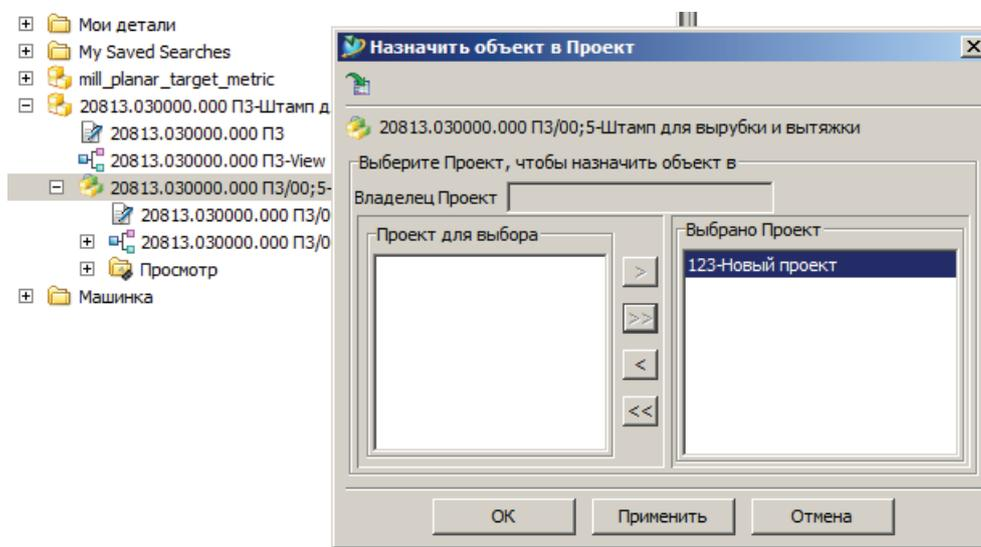

Рисунок 10.11
- в диалоговом окне **Назначить объект в проект** нужно перенести идентификатор целевого проекта из списка **Проект для выбора** слева в список **Выбрано проект** справа и нажать кнопку **ОК** (рис. 10.11).